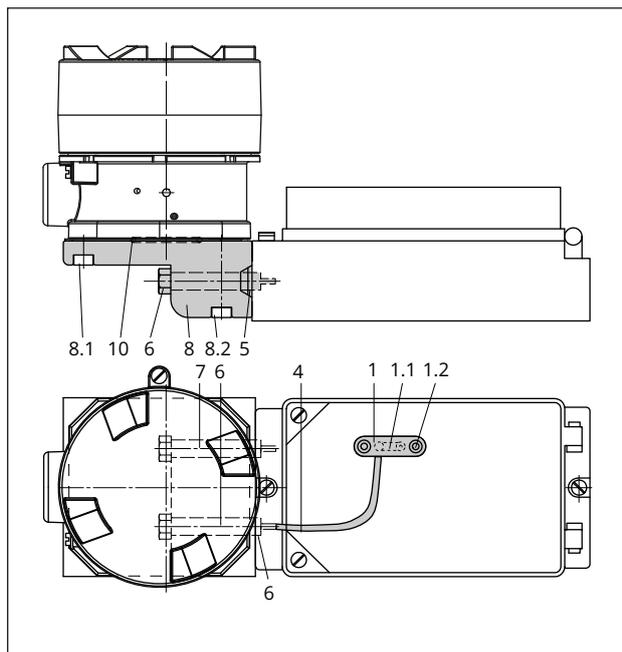
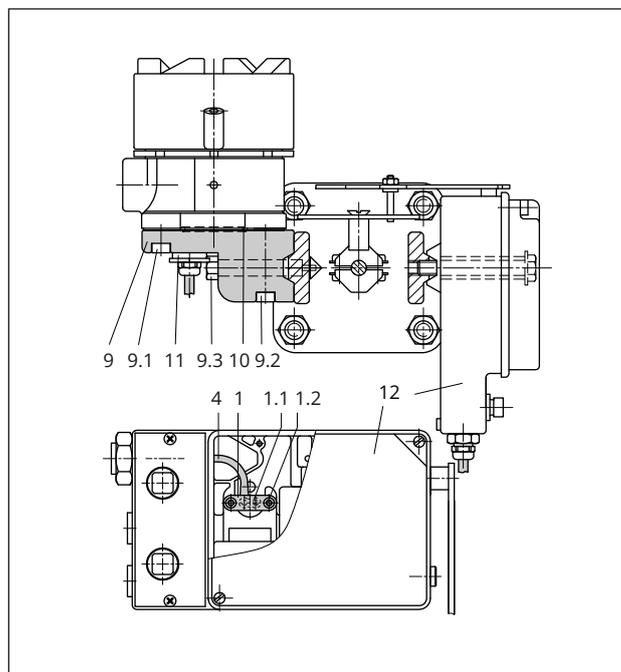
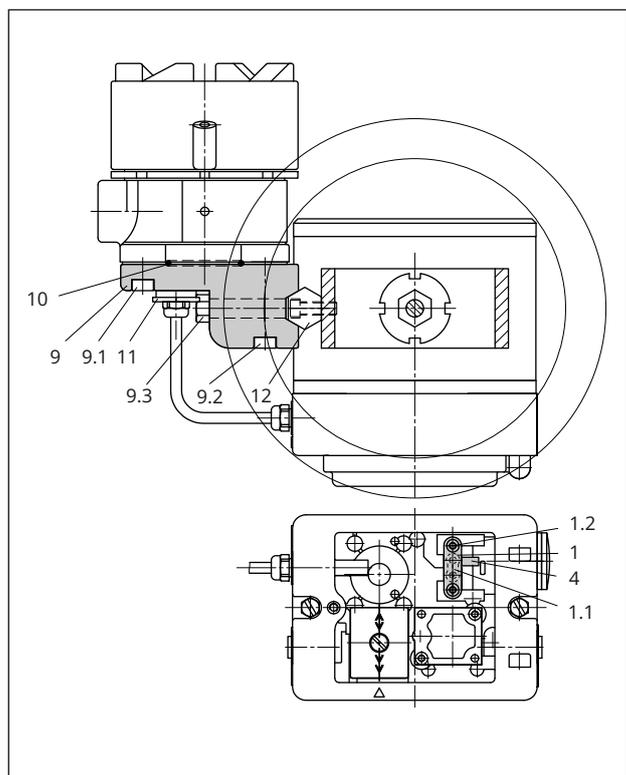

Рис. 15: Прямой монтаж с позиционером Тип 3766
Рис. 16: Монтаж NAMUR на регулирующий клапан с позиционером Тип 4765
Рис. 17: Установка на клапан на микрорасходы с позиционером Тип 3760 · позиционер открыт
При прямом монтаже с позиционером Типа 3766-000 (см. Рис. 15) соединение осуществляется с помощью винта с втулкой (6) и резьбовой втулки (5). Второй винт (7) используется для стравливания воздуха из преобразователя через корпус позиционера. Перед монтажом соединительного элемента (8) на регуляторе положения необходимо удалить заглушку M20 и соединительный ниппель (входной сигнал).
Для позиционеров Тип 4765 и Тип 3760 (см. Рис. 16 и Рис. 17) в резьбовое отверстие ½ NPT соединительного элемента (9) должен быть вкручен подходящий винт, который должен быть соединен с входным коннектором (входной сигнал 27) регулятора положения с помощью трубного или шлангового соединения.
Наденьте силиконовый шланг (4, см. Рис. 15 и Рис. 16).
Наденьте крышку (4, см. Рис. 17).